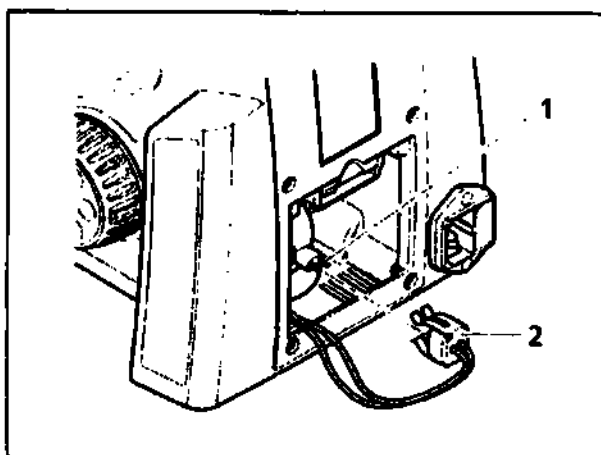

Рисунок 3-19. Подсоединение конденсора
- Проверьте, чтобы осветительное устройство было правильно установлено, и вставьте шипы (рисунок 3-19/2) в контакты осветительного устройства (рисунок 3-19/1). Убедитесь, чтобы он правильно был подсоединен, чтобы избежать искривления шипов.